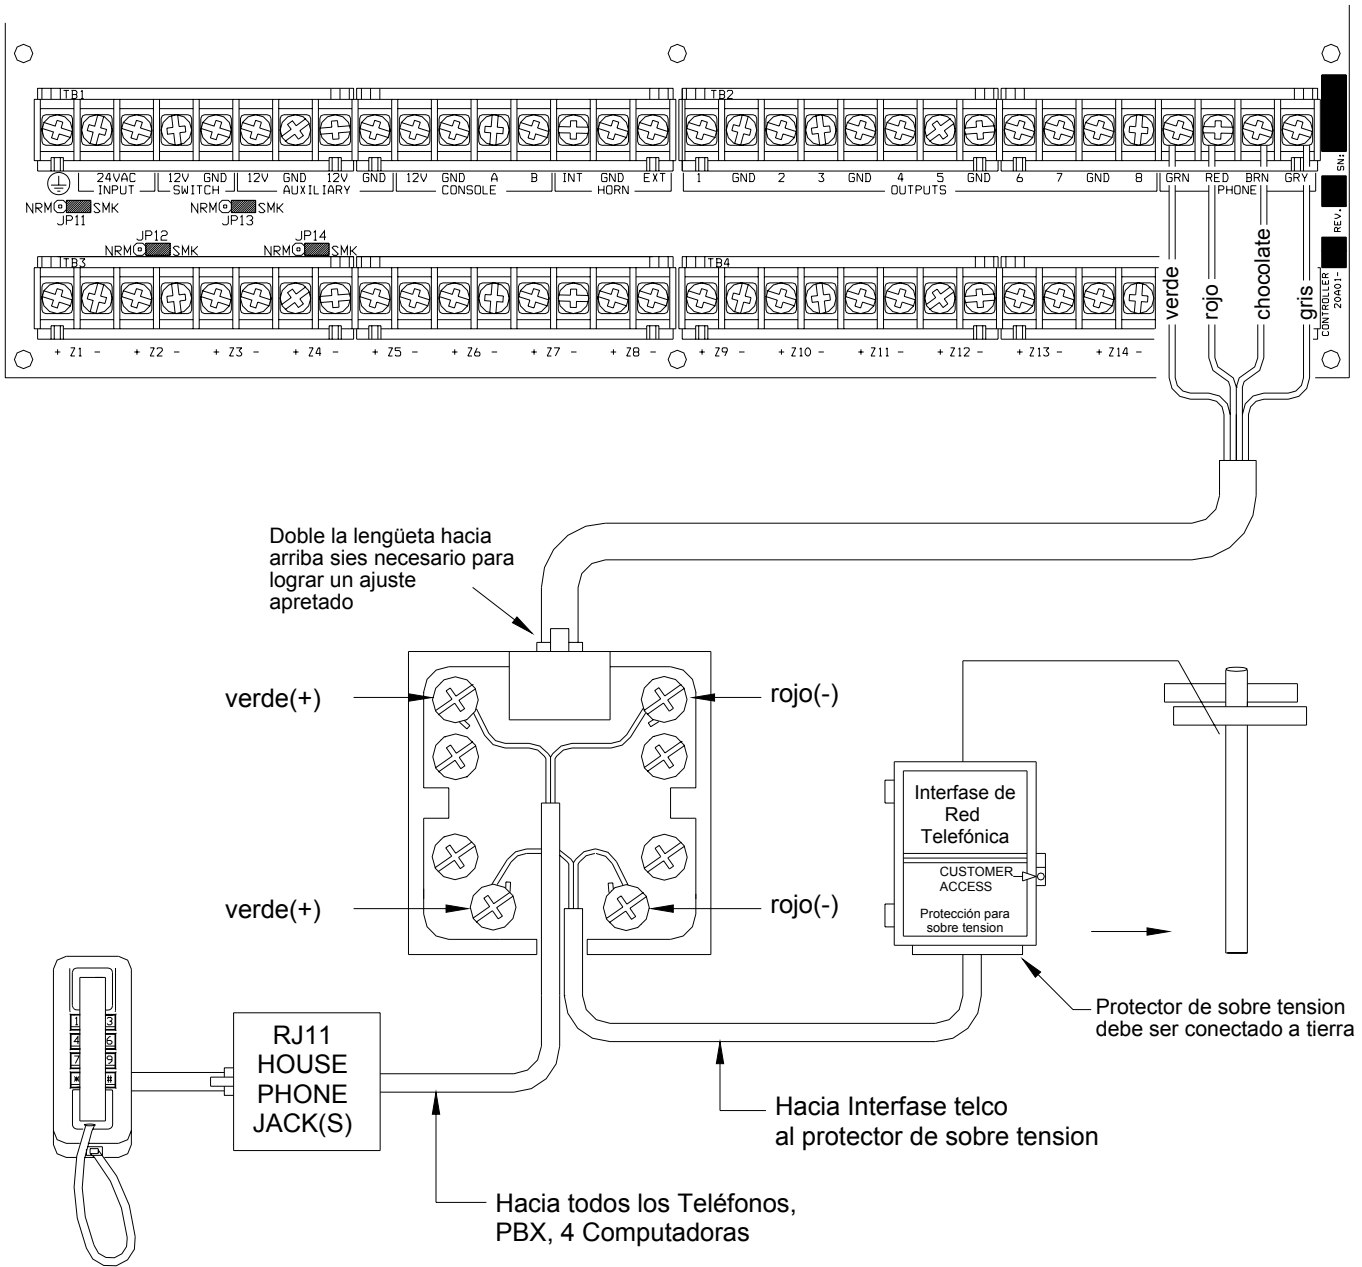

FIGURA 5 - CONEXIONES DE CAJILLA RJ31X
10. Refiérase a la FIGURA 5 (CONEXIONES DE CAJILLA RJ31X) para esta configuración.